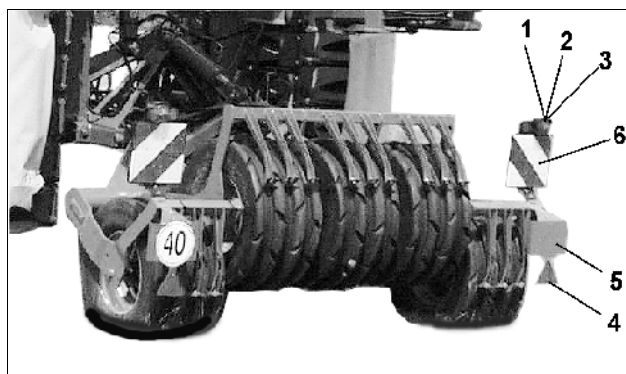

Fig. 19
- to baklys (Fig. 19/1)
- to bremselys (Fig. 19/2)
- to retningslys (Fig. 19/3, i tilfelle traktorens retningslys er fordekt)
- to røde reflekser (Fig. 19/4, runde, firkantede eller trekantede)
- en holder for kjennemerke med belysning (Fig. 19/5, i tilfelle traktorens kjennemerke er fordekt)
- to varselskilt som er rettet bakover (Fig. 19/6)